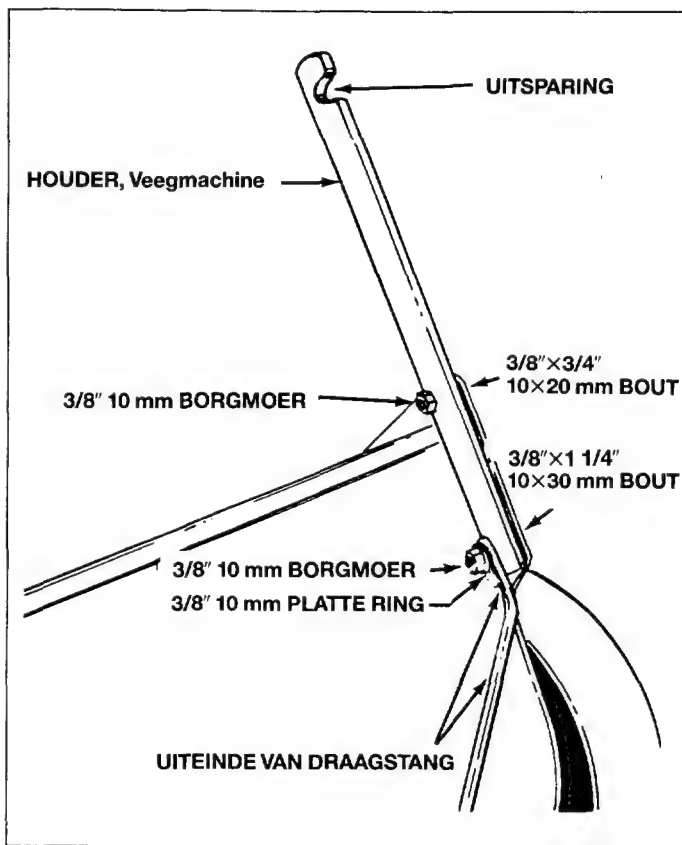

Fig. 8
- Monteer de twee houders van de veegmachine en de bovenste uiteinden van de draagstangen. Zie fig. 8. Breng de bovenste opening in de houder tegen de veegmachine aan en zet vast met twee zeskante bouten 10×20 mm ($3/8'' \times 3/4''$) en borgmoeren 10 mm ($3/8''$). De houder dient, met de uitsparing naar boven gericht, aan de binnenzijde van de veegmachine gemonteerd te worden. Zie fig. 8.